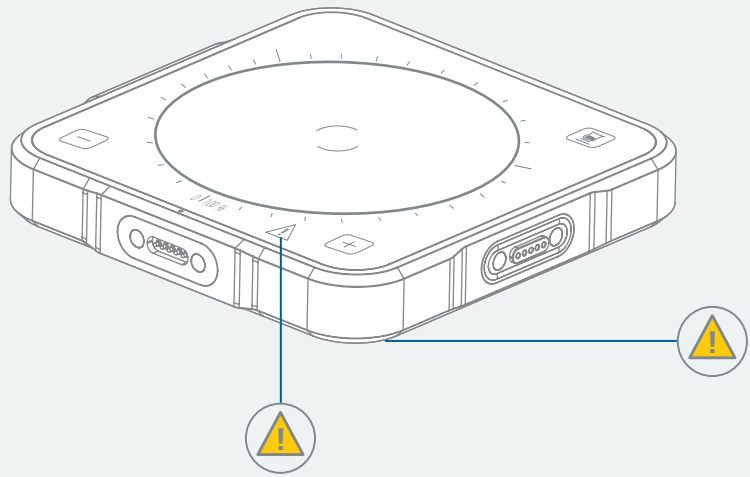

Fig. 1
- › Beachten Sie die gekennzeichneten Stellen in **Fig. 1**.